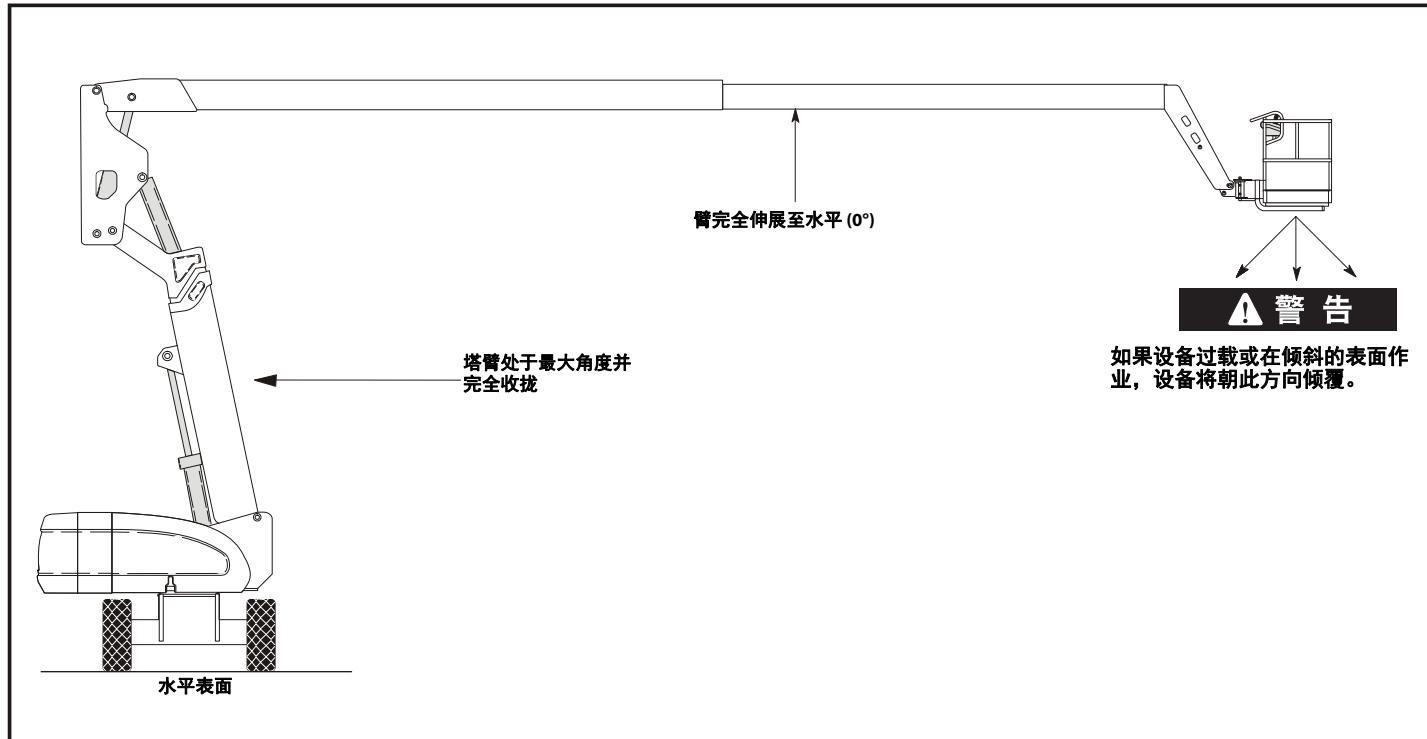
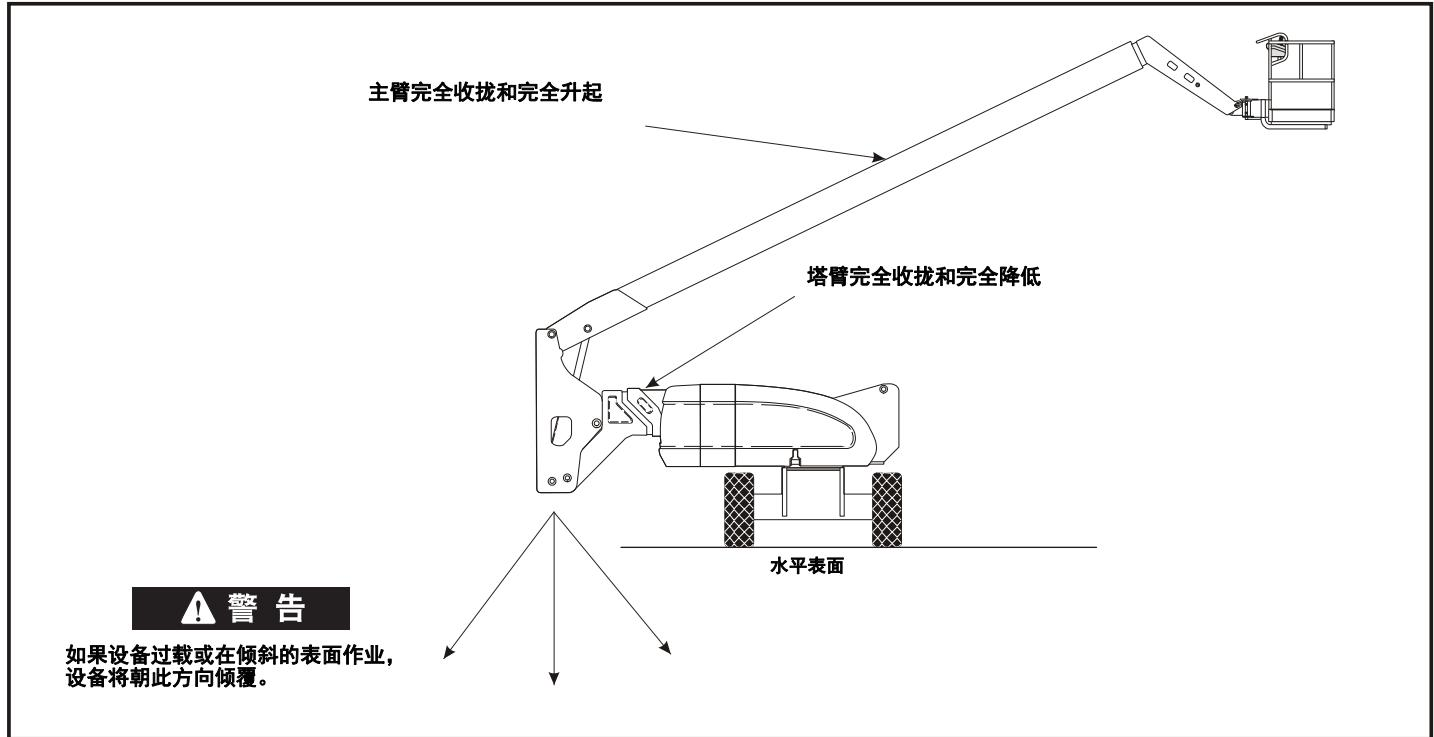
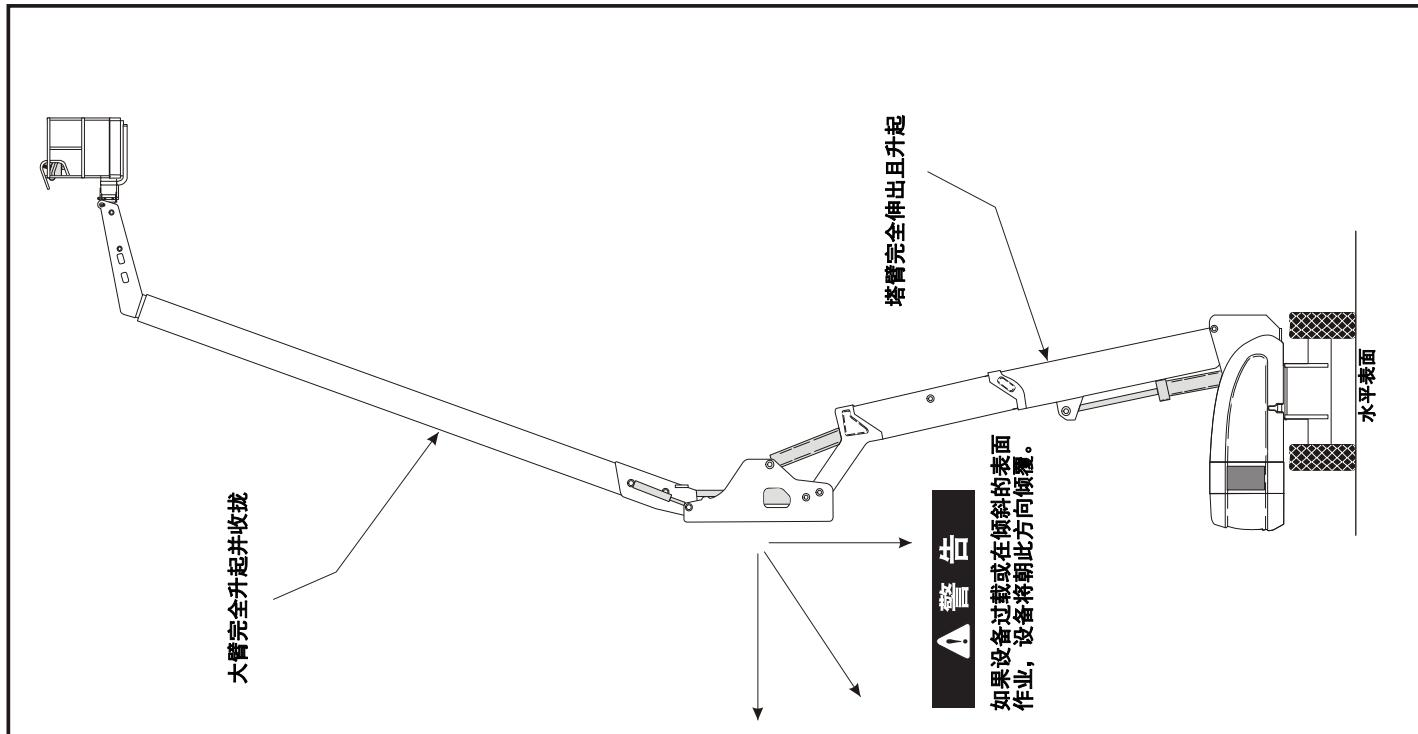

图 4-1. 最小前向稳定性位置
图 4-2. 最小“后向”稳定性位置（第 1 页，共 2 页）
图 4-3. 最小“后向”稳定性位置 (第 2 页, 共 2 页)
设备稳定性基于下面两 (2) 个位置，分别被称为“前向稳定性”和“后向稳定性”。图 4-1. 显示了设备最小“前向”稳定性的位置，图 4-2. 和图 4-3. 显示了设备最小“后向”稳定性的位置。